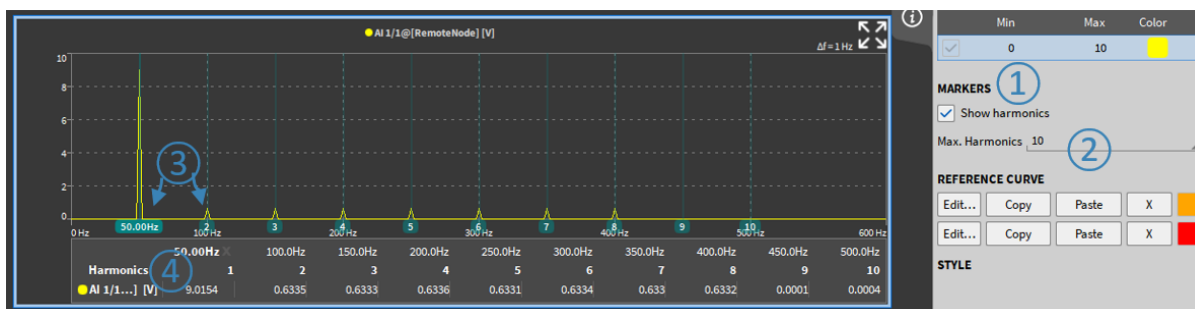

Abb. 8.50: Verwendung von Harmonischen Cursors
Harmonische Cursor können durch Auswahl von *Show Harmonics* aktiviert werden (siehe ① in Abb. 8.50). Die Anzahl der Harmonischen kann von 1 bis 10 gewählt werden (siehe ② in Abb. 8.50). Harmonische werden mit einem Cursor markiert (siehe ③ in Abb. 8.50) und der Amplitudenwert wird unterhalb des Instruments angezeigt. (siehe ④ in Abb. 8.50).